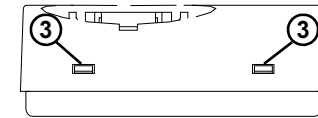

Fig. 2
1. Sollevare la manopola facendo leva con un cacciavite nell'apposito invito (2).
2. Prelevare i cavalieri meccanici (4) parcheggiati a lato della sede manopola e posizionarli (5) come nell'esempio di Fig. 2. In questo modo il campo di rotazione (6) è ridotto come nell'arco indicato.
1. Remove the knob by tilting it, eventually with the help of a screwdriver placed in the slot (2).
2. Pick up the plastic pins (4) parked at one side of the knob area and set them (5) as in the example of Fig. 2. In this example the rotation range (6) is reduced as in the shown angle.